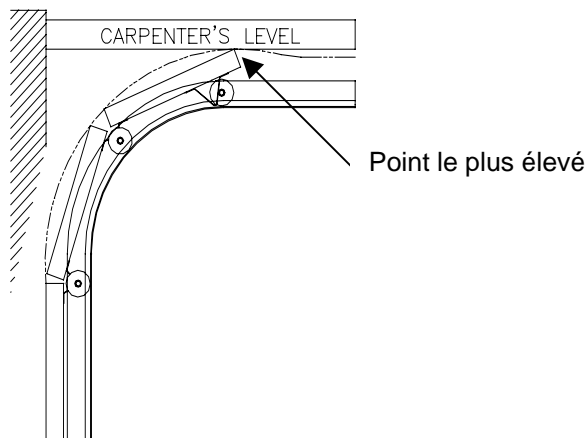

Figure 7 Point le plus élevé d'ouverture
5. Ouvrir la porte manuellement pour déterminer le point le plus élevé de la course de la porte (Figure. 7) À l'aide d'un niveau de menuisier, tracer une ligne qui coupera la ligne verticale déterminée précédemment.